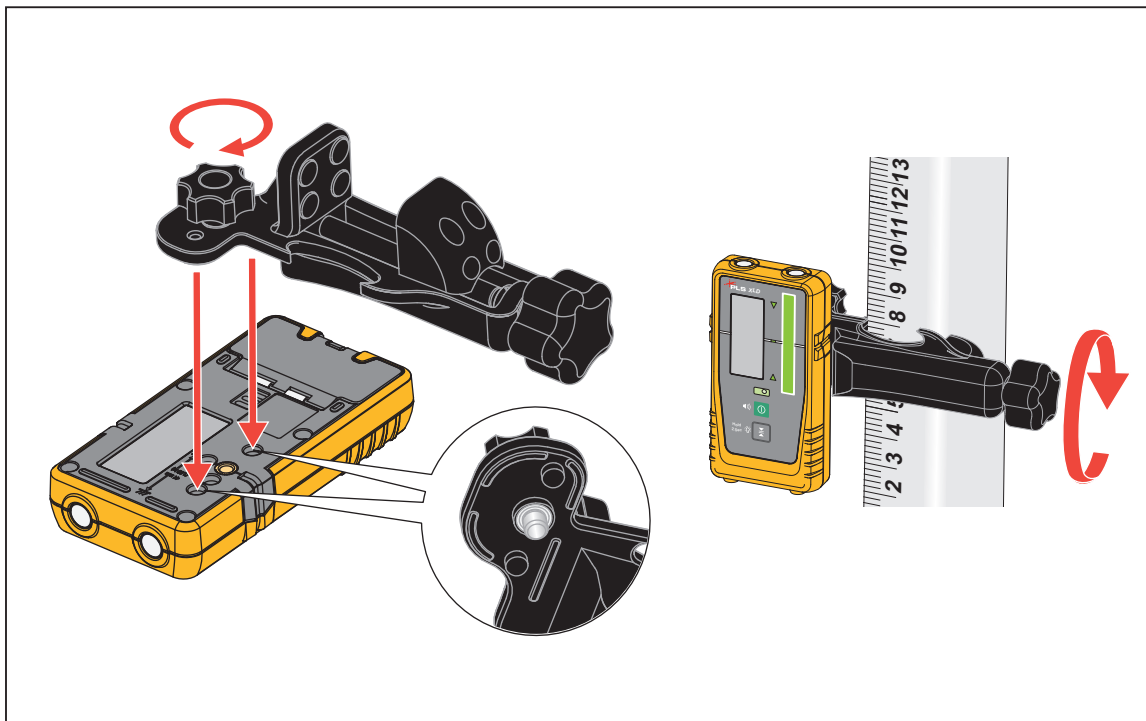

Figura 1. Fissaggio del morsetto per asta
La figura 1 mostra come collegare il morsetto dell'asta al Rilevatore e un'asta di livello, asta o staffa di misurazione.
2. Collegare il morsetto dell'asta al Rilevatore e un'asta di livello, asta o staffa di misurazione. Vedere la figura 1.